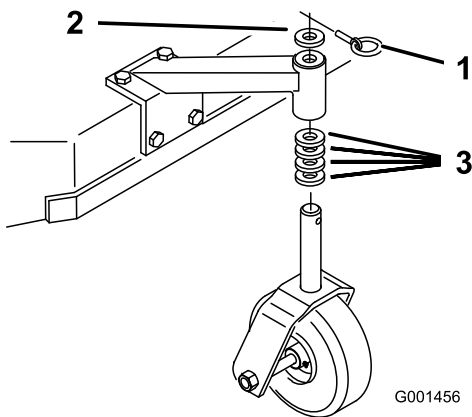

Figura 17
- Regolate i distanziali delle ruote orientabili in modo che corrispondano al foro dell'assale selezionato (Figura 17); fate riferimento a Tabella dell'altezza di taglio \(pagina 21\) e .
- Staccate il perno di bloccaggio, estraete la ruota orientabile dal supporto e cambiate i distanziali (Figura 17).
- Montate la ruota orientabile nel supporto e inserite il perno di bloccaggio (Figura 17).